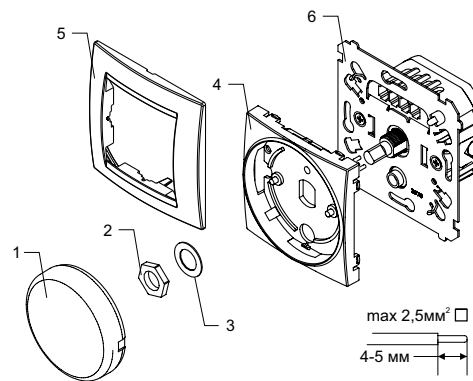

Рис. 4.
Снимите кнопку (1) (рис. 4.), открутите гайку крепления крышки (2), снимите шайбу (3) и накладку (4). Подключите регулятор (6) согласно схемам, приведённым выше (рис. 2-3.), далее собирайте в обратном порядке. Вставьте регулятор в монтажную коробку и закрепите его там. Установите на регулятор однополюсную / многополюсную рамку (5) (опционально)